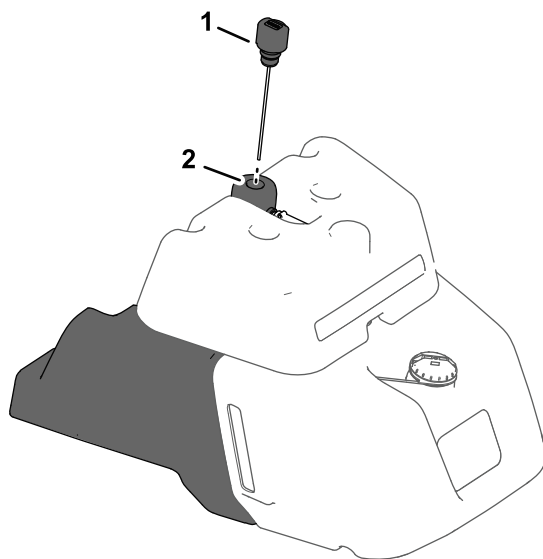

図 37
- 燃料タンク側面に点検窓が付いているマシンでは、油圧オイルタンク上部にあるディップスティックを探し出し 図 37 ステップ 5 に進んでください。